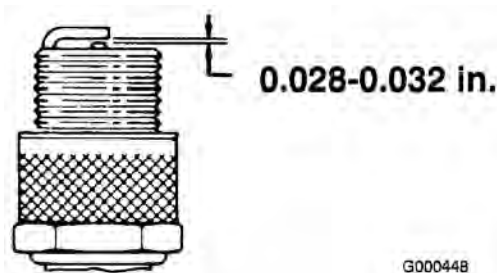

Figura 24
3. Impostate la distanza fra gli elettrodi a 0,7-0,8 mm (Figura 24). Montate la candela con la distanza tra gli elettrodi esatta, e serratela saldamente a 23 Nm.